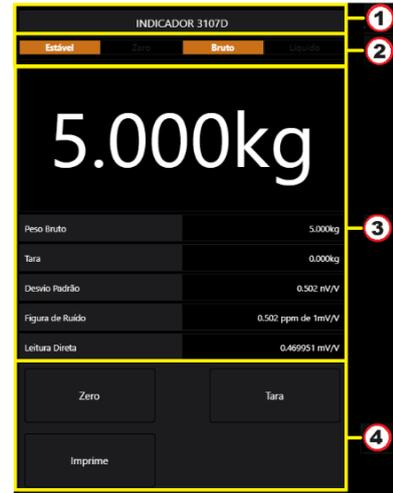

Figura 43 – Página Indicador de Pesagem via Alfa Web Monitor
A tela “Indicador de Pesagem” possui ainda a funcionalidade de display de área em tela cheia. Para ativar esta função basta clicar sobre o tagname (item 1 da Figura 43). Note que no modo tela cheia não é possível realizar qualquer função de TARA e ZERO via Alfa Web Monitor. Para retornar ao modo completo, basta clicar sobre o tagname do Indicador visível na parte superior da tela.